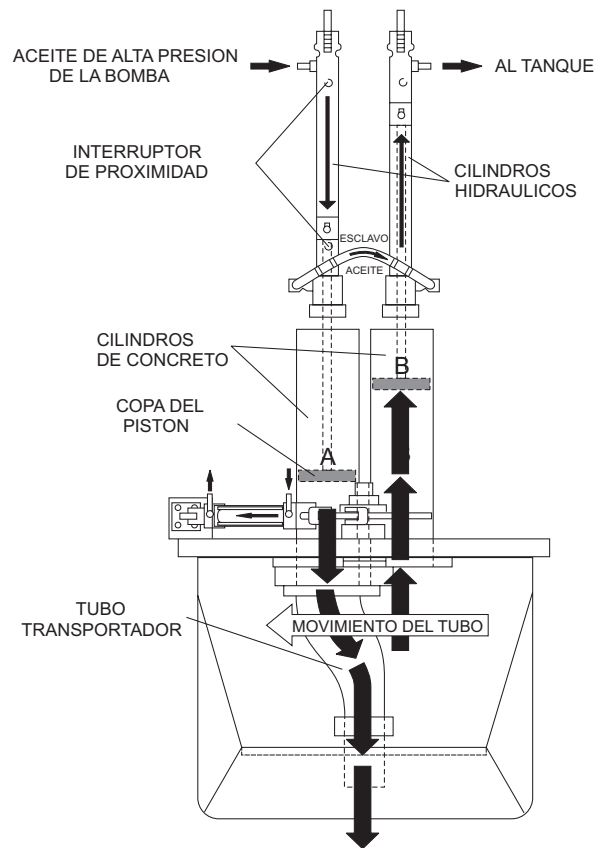

Figura 5. Ciclo de bombeo 2
El tubo transportador cambia en secuencia a cada cilindro de concreto cuando el cilindro impulsor empuja el concreto. Cuando la segunda secuencia del ciclo empieza (Figura 5), el tubo transportador, cambia al cilindro opuesto (A). El pistón hidráulico pasa por debajo del interruptor de proximidad y envía la presión al pistón, causando que empuje y descargue el concreto a la línea de entrega. El aceite hidráulico es transferido a través del circuito esclavo al cilindro B, causándolo que empiece el tiempo de succión, rellenándolo con concreto. La secuencia de bombeo después se repite según la duración de la operación.